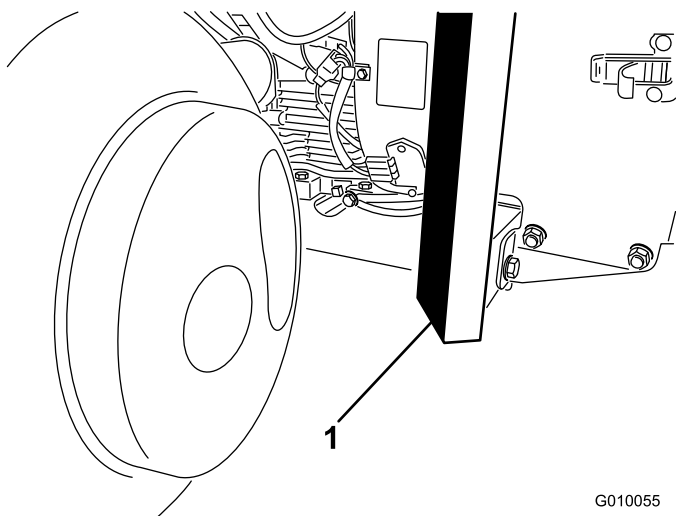

図 40
2. 機体前部のフレームの下にジャッキを確実に置く (図 40)。